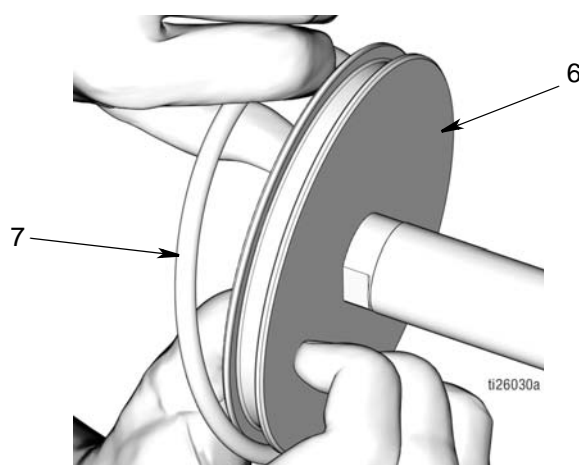

Рис. 49
- e. Нанесите тонкий слой консистентной смазки на уплотнительное кольцо (7). Установите уплотнительное кольцо круглого сечения (7) вокруг поршня (6), как показано на Рис. 49.